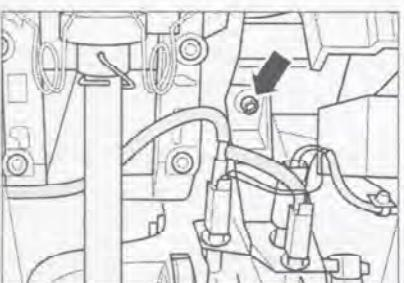

Рис. 7.14. Подведите педальный узел к перегородке моторного отсека и вставьте болт (стрелка).
16. Подведите педальный узел к перегородке моторного отсека и вставьте болт (стрелка) (рис. 7.14). При этом второй механик должен направлять трубопровод главного тормозного цилиндра.